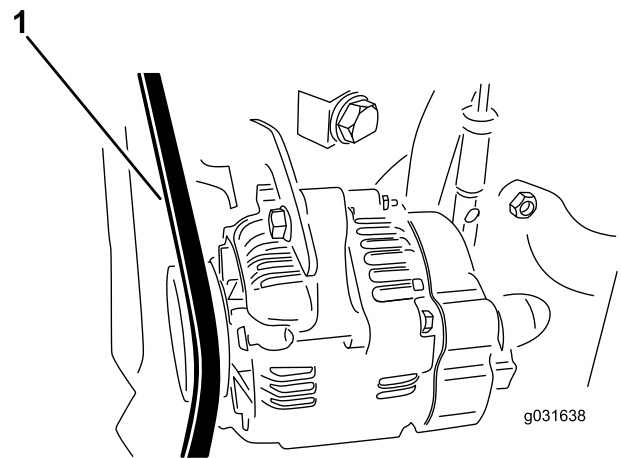

Figure 78
4. Appliquez une force de 30 N (22 po-lb) sur la courroie d'alternateur, à mi-chemin entre les poulies (Figure 78).